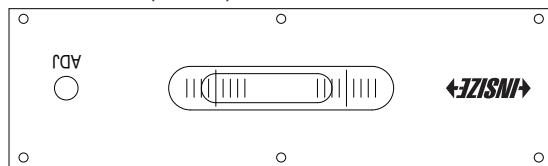

Abb. 8
- Drehen Sie die Wasserwaage um 180° und schieben Sie die Wasserwaage in die gleiche Position der Oberfläche (Abb. 8).